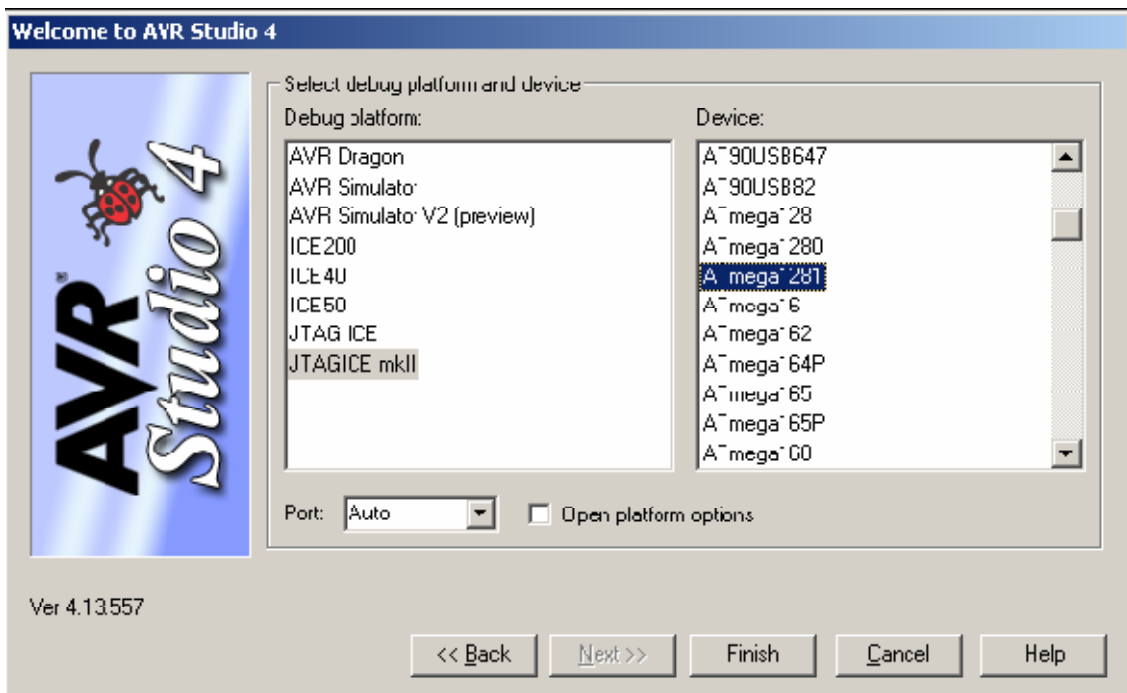

Figura 3: Seleccionando plataforma de depuración y dispositivo
4. En la siguiente pantalla que aparece (ver Figura 3), seleccione JTAGICE mkII de Debug platform y ATmega1281 de Device. Pulse Finish para cerrar el asistente.